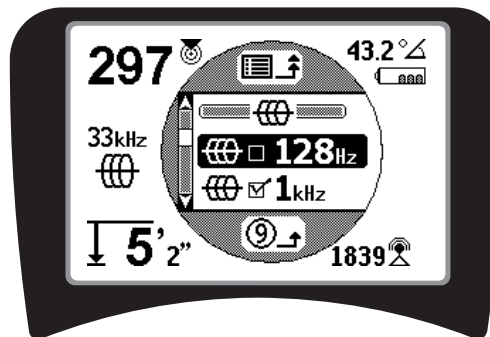

Figure 16 – Soulignement de la fréquence voulue (128 Hz)
2. Servez-vous de la flèche haute ou basse pour souligner la fréquence voulue. La Figure 16 ci-dessous montre l'activation d'une fréquence de 128 Hz.